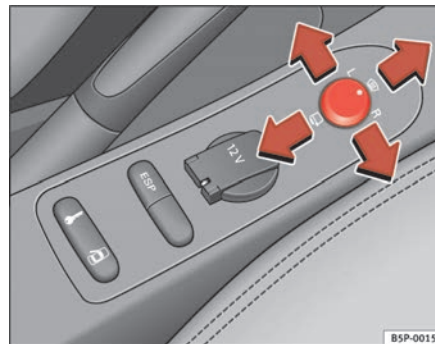

Fig. 91 Mando de los retrovisores exteriores
1. En primer lugar, gire el mando ⇒ **página 132, fig. 91** hasta la posición **L (retrovisor izquierdo)**.
- Gire el mando hacia delante, en la posición central ⇒ **página 132, fig. 91** , para que los retrovisores térmicos se calienten y la función de cristal parabrisas calefactable\* en la zona de reposo de las escobillas, quede activada. ⇒ **página 128**
- Gire el mando ⇒ **página 132, fig. 91** hasta la posición  para plegar los retrovisores exteriores. Para evitar daños en el vehículo, debería plegar los retrovisores exteriores siempre que utilice un túnel de lavado automático.